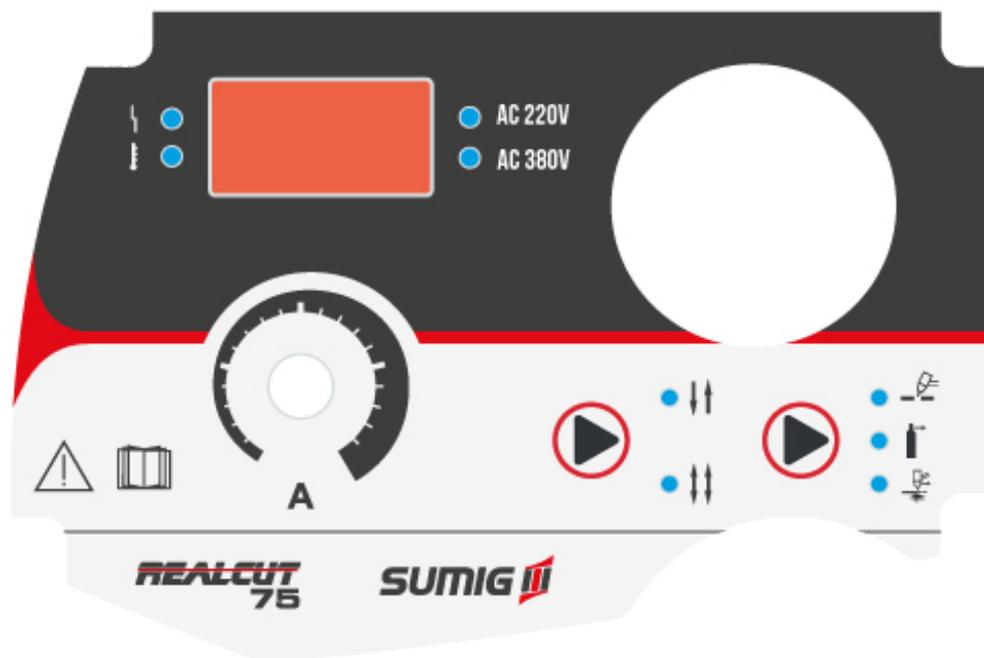

Figura 4
3.1 PANEL DE CONTROL REALCUT 75 (FIGURA 4)